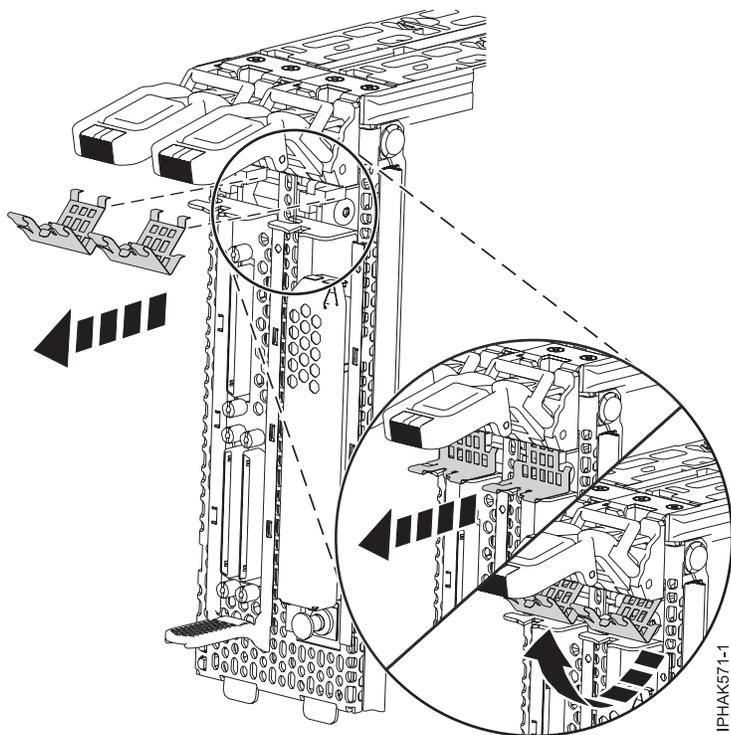

Figura 67. Removendo os dois cliques metálicos da parte frontal do conjunto
2. Levante os braços de travamento para a posição totalmente para cima e remova os dois cliques metálicos da parte frontal do conjunto. Consulte Figura 67